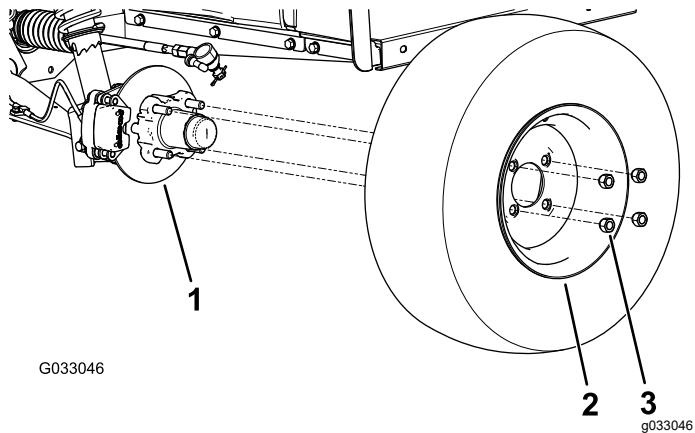

Figura 29
2. Retire las 4 tuercas que sujetan la rueda al cubo (Figura 29).
4. Alinee los taladros de la rueda con los espárragos del cubo y monte la rueda en el cubo con la válvula hacia fuera (Figura 29).
5. Sujete la rueda al cubo usando las tuercas de rueda (Figura 29).